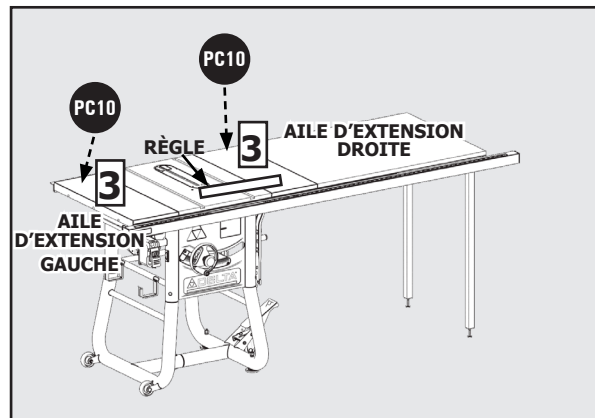

Figure 10
4. Fixez l'aile d'extension gauche (PC10) [3] sur le côté de la table de sciage à l'aide de trois vis à tête hexagonale 5/16 18 x 7/8 pouces avec des rondelles de blocage fendues (HP7). Voir la Figure 10.
Fixez les ailes d'extension (PC10) [3] à la table à l'aide de trois vis à tête hexagonale 5/16-18 x 7/8 pouces avec des rondelles de blocage (HP7) pour chaque aile. Voir la figure 10.
REMARQUE : Utilisez une règle pour vous assurer que les bords supérieurs des ailes sont au même niveau que le dessus de la table. Voir la Figure 10.